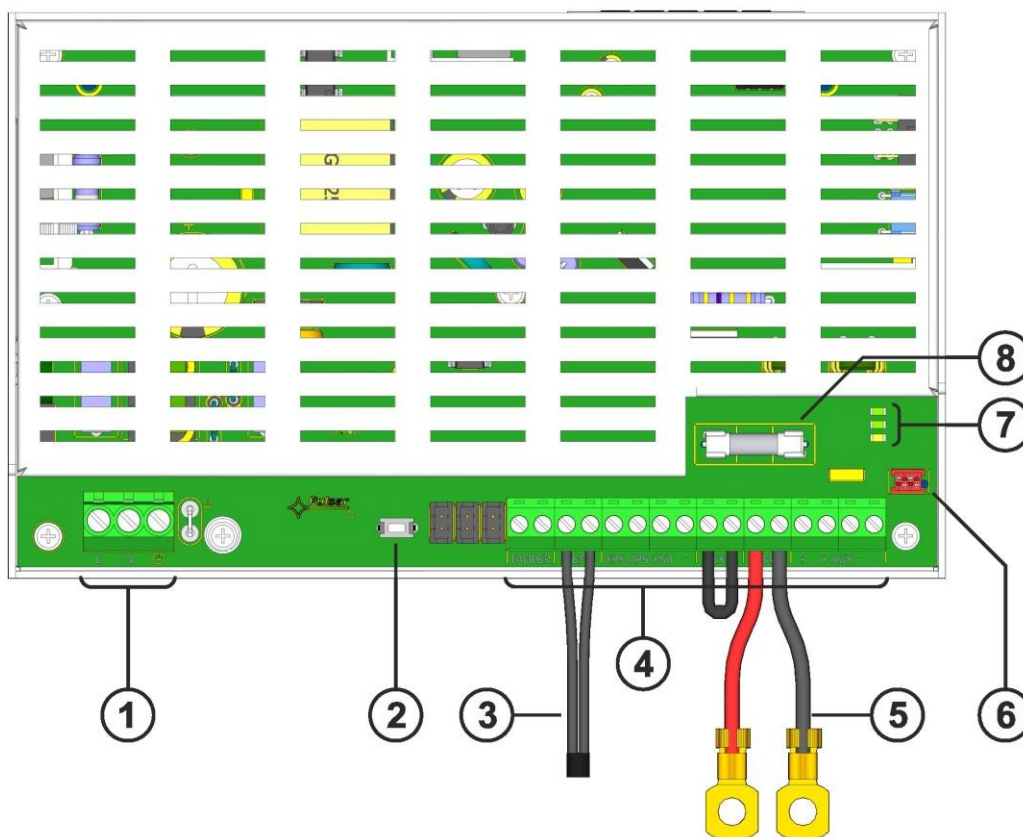

Fig. 2. Vista del modulo di alimentazione.
Tabella 1. Componenti del circuito stampato dell'alimentatore (Fig. 2).
①	Modulo PSU (Tab. 1, Fig. 2)
②	Sensore di temperatura della batteria
③	Connettori della batteria; positivo: BAT = rosso, negativo: - BAT = nero
④	Spazio per l'installazione di moduli di comunicazione aggiuntivi
⑤	TAMPER; microinterruttore (contatti) della protezione antisabotaggio (NC)
⑥	Montaggio della batteria
⑦	Piastra di bloccaggio della batteria